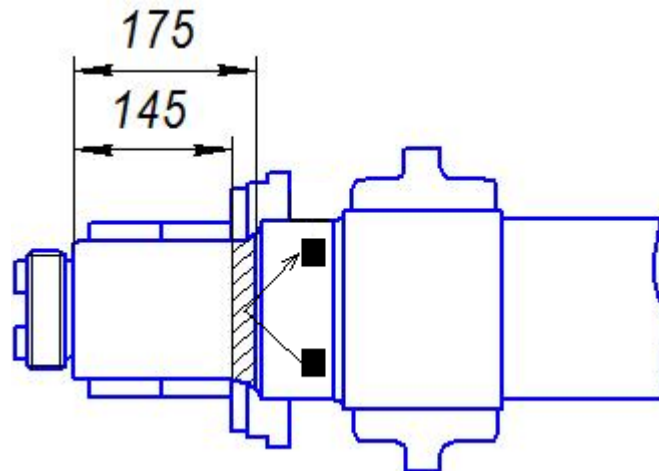

Рис. 9.12.1. Схема сканирования оси при контроле по варианту BR1.
- 9.12.4 Нанести контактную жидкость на поверхность оси. Установить преобразователь на предподступичную часть оси, как показано на Рис.9.12.1. Произвести круговое сканирование по поверхности подступичной части оси.